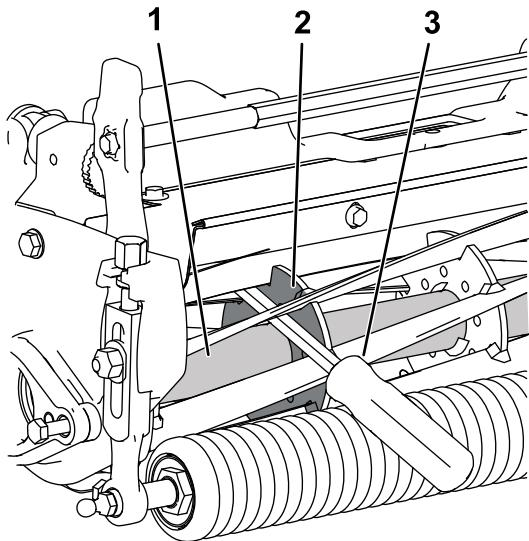

Figure 10
- Insérez un levier à long manche (3/8" x 12" avec manche de tournevis recommandé) dans l'avant du cylindre de coupe, au plus près du côté de l'unité de coupe que vous allez serrer (Figure 10).